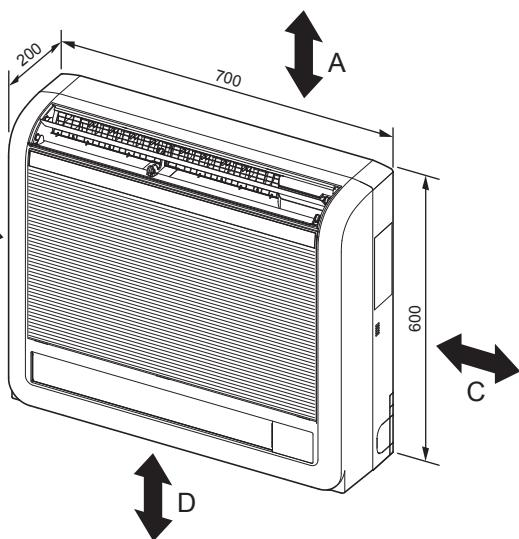

Fig. 2-1
①	Mangueira de drenagem	1
②	Tampa do tubo	1
③	Banda	2
④	Supore de montagem da unidade interior	1
⑤	Parafuso de fixação para ④ 4 × 25 mm	5
⑥	Parafuso de madeira para fixação da unidade interior	4
⑦	Anilha de ⑥	4
⑧	Fita de feltro (utilizada para a tubagem esquerda ou esquerda-posterior)	1
⑨	Cabo de controlo remoto MA	1
2.1. Dimensões globais (Unidade interior) (Fig. 2-1)